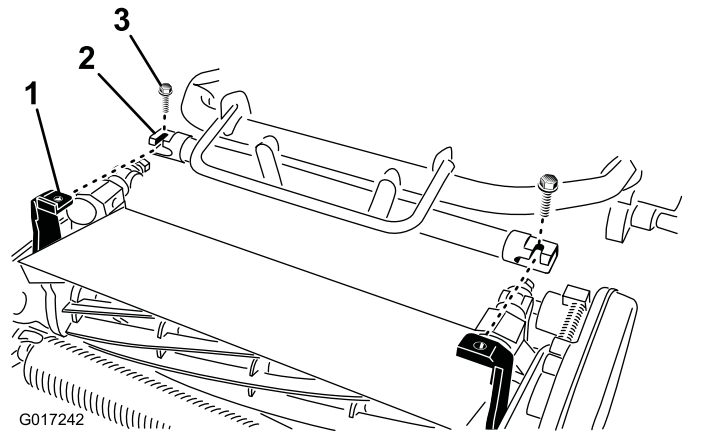

图8
4. 向前推动机架直至其与滚刀组旋转臂完全接合 图8。
5. 使用 2 颗螺栓 $\frac{3}{8}$ x $\frac{3}{4}$ 英寸将机架固定到滚刀组旋转臂上 图8。